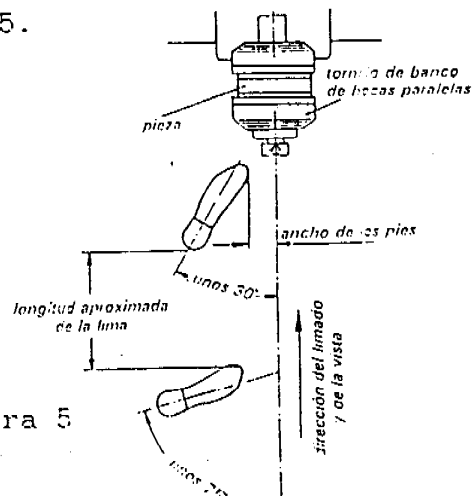

Figura 5
- 3. Posición de los pies.- Debe posicionarse de acuerdo a lo que indica la figura 5.